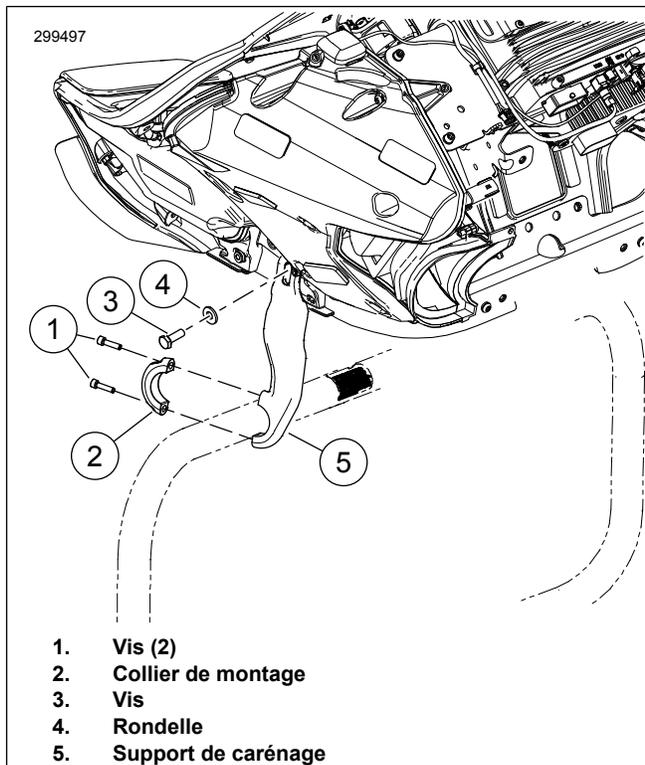

Figure 2. Déposer la protection de moteur
2. Voir la figure 2. Retirer les deux vis (1) et la bride de montage (2) du support de carénage (5).
3. Retirer et retenir la vis (3) et la rondelle (4) du support de carénage d'origine.